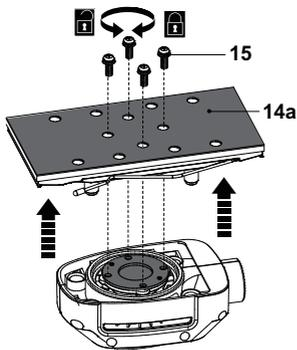

Fig. 1
- > Desserrez les 4 vis (15) à l'aide d'un tournevis à tête cruciforme adapté. Puis retirez-les ensemble avec la semelle de ponçage rectangulaire préassemblée (14a) (Fig. 1).